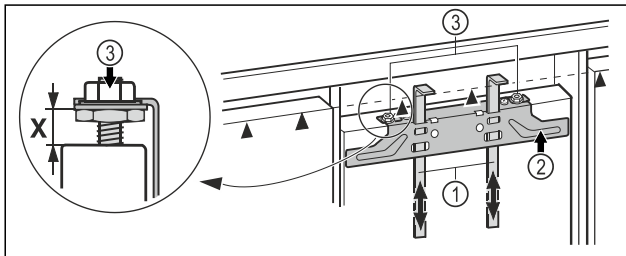

Fig. 43
- ▶ Монтажные приспособления Fig. 43 (1) сдвиньте вверх на высоту мебельного фасада. Нижняя упорная кромка ▲ монтажного приспособления = верхней кромке мебельной двери, которую планируется смонтировать.
- ▶ Открутите крепежную поперечину Fig. 43 (2) с помощью контргайк Fig. 43 (3).